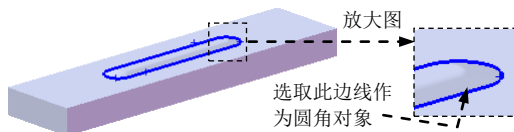

图 17.10.33 定义圆角 2 参照
Step8. 创建圆角 2。要圆角的对象为图 17.10.33 所示的边线，圆角半径值为 5.0。